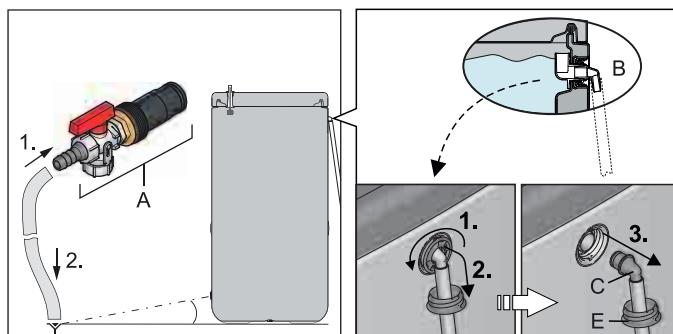

Bild 5-1 Ablaufschlauch montieren
- Ablaufschlauch an den Füll- und Entleerhahn (**KFE BA, 🛒 16 52 15**) (Bild 5-1, Pos. A) anschließen und zu einer mindestens bodentiefen Ablaufstelle verlegen.